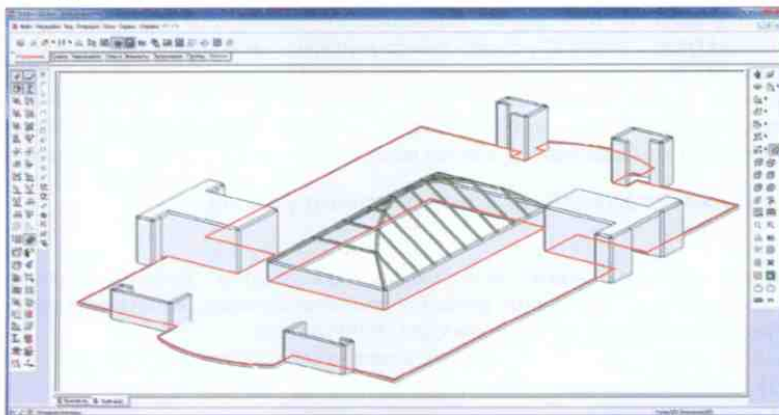

Рис. 5.12-3. Контур триангуляции на основе элемента перекрытия
- указанием на любой участок контура, в том числе и внутренний, выбрать необходимый элемент. Выбранный элемент будет выделен цветом (рис. 5.12-3);